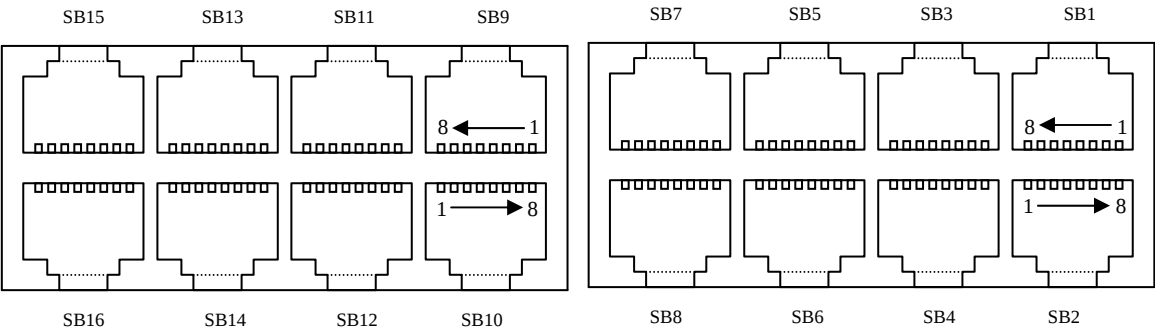

图 6-4: 1~16 路用户线插座示意图
- 1) 设备后背有 16 个用户线插座, 标注为 “SB1” ~ “SB16”（见图 6-4），分别对应 1 ~ 16 个插槽中用户选配的接口模块。